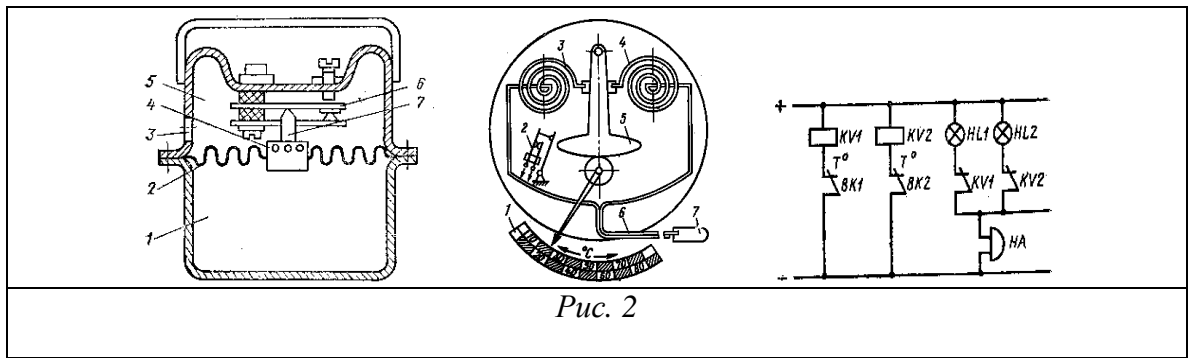

Рис. 2
2. Пожарная сигнализация, схемы, пожарные извещатели, характерные неисправности, их устранение, принцип работы, требования Регистра РФ, применение (рис. 2).
2. Конструкция электронагревательных элементов, правила эксплуатации и ТБ электронагревательных элементов и приборов (рис. 2). Состав и работа схем